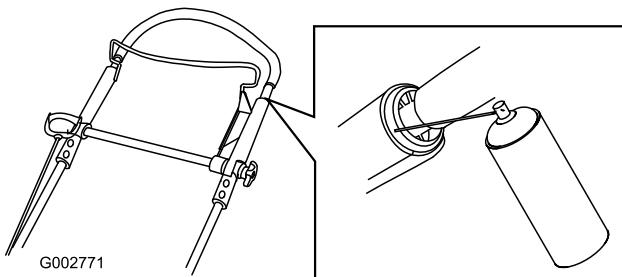

Figura 30
1. Rocíe sobre el extremo de plástico exterior del manillar interior (Figura 30).